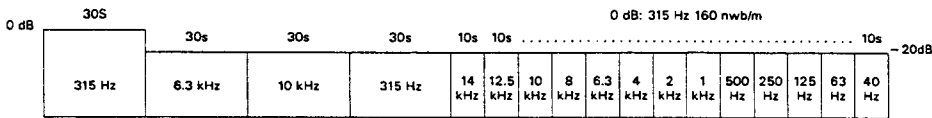

Fig. 8-1 Constantes de la bande d'essai STD-331B
- STD-331B : Réglages de la lecture (Voir fig. 8-1)